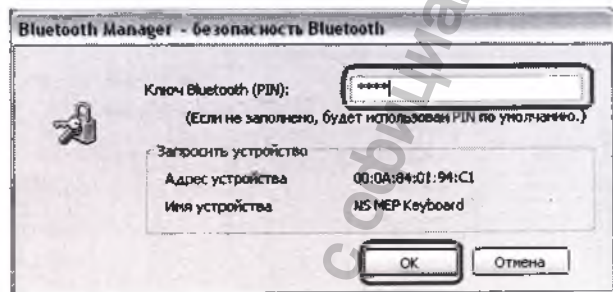

Рис. 13
11. В появившемся окне «Bluetooth Manager — безопасность Bluetooth» введите в поле «Ключ Bluetooth (PIN)» код «0000» (четыре нуля) и нажмите кнопку «OK» (рис. 13).